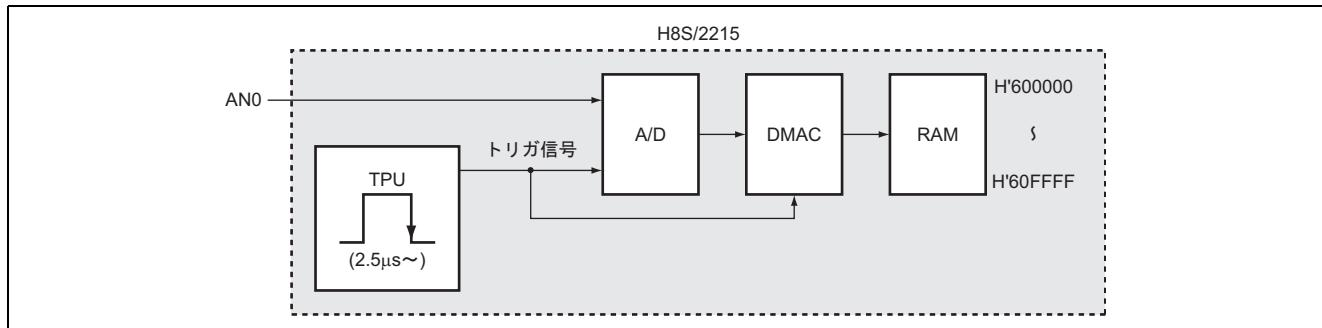

図 1 タイマトリガによる A/D 変換ブロック図
- (1) 図 1 に示すように TPU の変換開始トリガにより A/D および DMAC を起動させ、音声信号を A/D 変換し、DMAC で RAM に転送します。
- (2) 転送 RAM エリアは、H'600000 ~ H'60FFFF です。
- (3) A/D 変換器は TPU の TGRA コンペアマッチにより起動します。
- (4) H8S / 2215 の内部動作周波数は 16MHz で使用します。